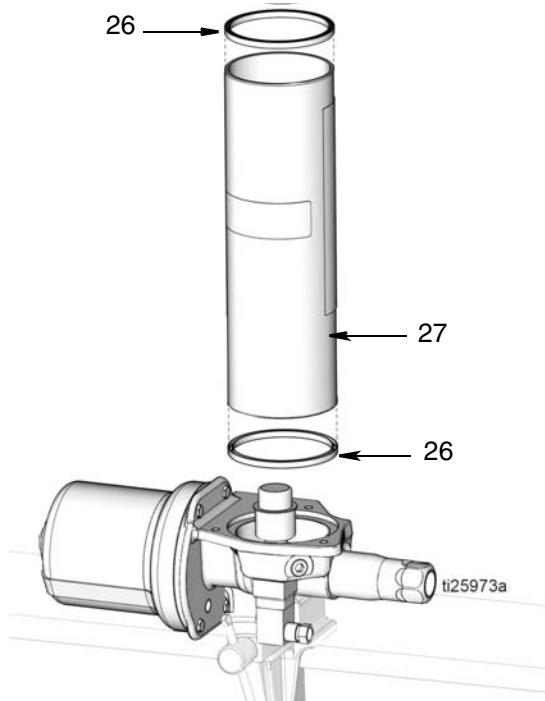

图 56
10. 将液箱垫圈 (26) 安装到液箱 (27) 的底部，如图 56 所示。